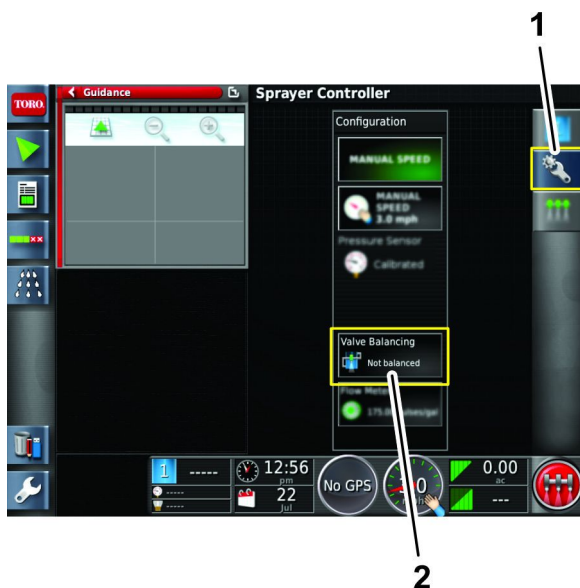

Figure 46
6. Appuyez sur l'icône de configuration, puis sur l'icône de l'assistant d'équilibrage des vannes (Figure 46).